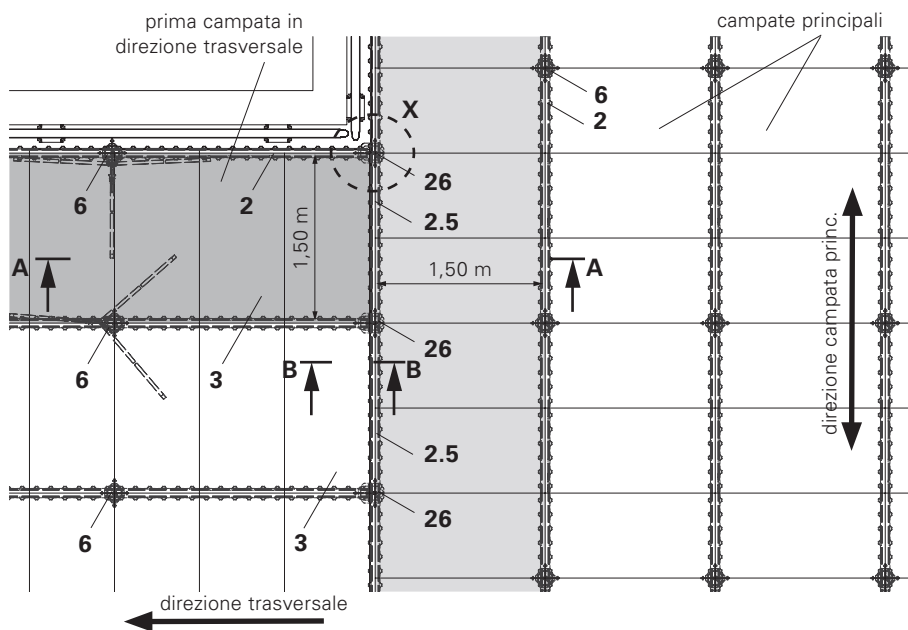

Fig. A10.02
(Fig. A10.02)
3. Continuare il montaggio in direzione trasversale utilizzando puntello, testa d'appoggio SSK (6) e trave SLT (2), v. Capitolo A4 Armo. (Fig. A10.02 + A10.03) Stabilizzare i puntelli con il treppiede.
4. Disporre gli elementi SDP 150 x 75 (3) in direzione trasversale. (Fig. A10.02)